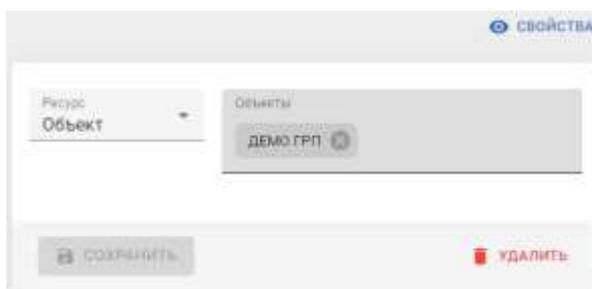

Рисунок 5.35 — Панель редактирования свойств файла
- **Редактировать** - переход к редактированию списка объектов, к которым был прикреплен файл (рисунок 5.35).